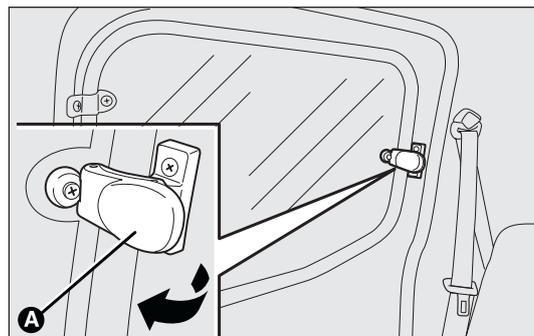

fig. 71
VETRI LATERALI POSTERIORI CON APERTURA "A COMPASSO" (versioni Doblò/Doblò Combi) fig. 71
- spostare la leva A-fig. 71 verso l'esterno fino ad ottenere la completa apertura del vetro.